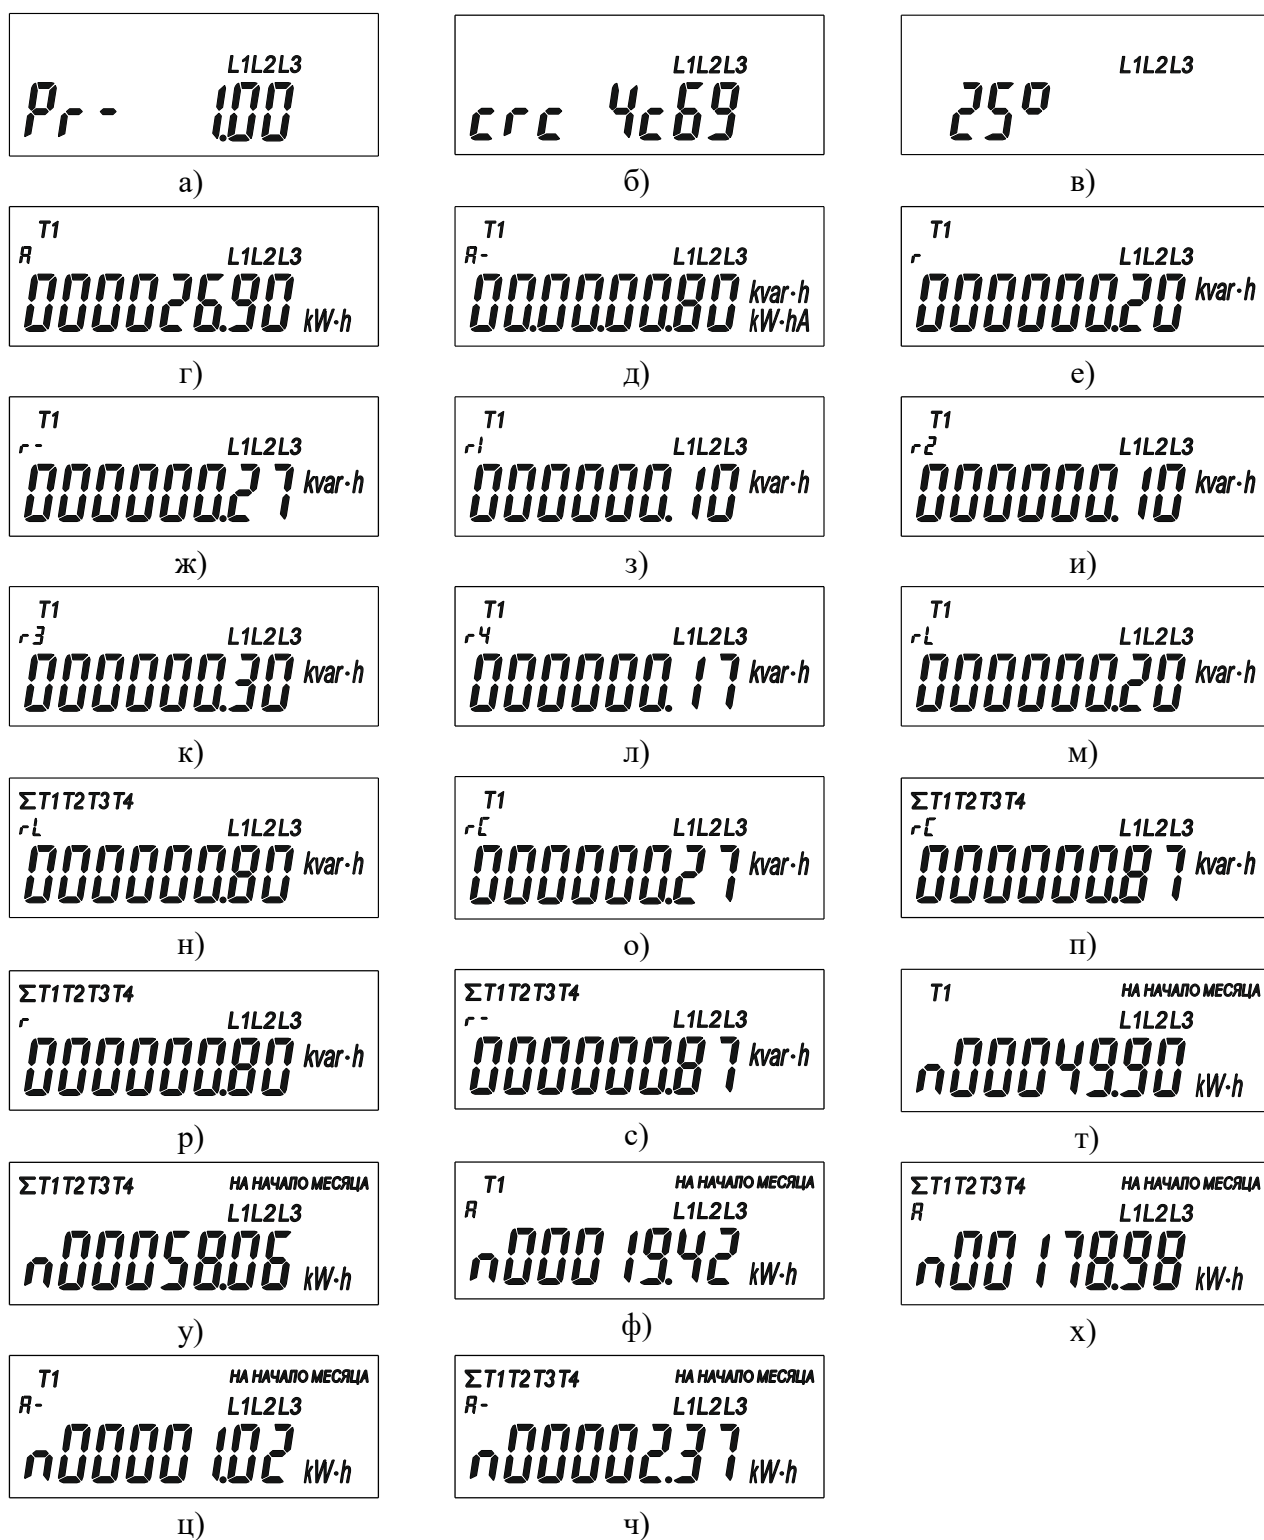

Рисунок 3.6 – Программируемые режимы индикации счетчика
– рисунок 3.6, а - режим индикации, отображающий номер версии прошивки счетчика;
– рисунок 3.6, б - значение контрольной суммы (CRC);
– рисунок 3.6, в – температура измерительного чипа;
– рисунок 3.6, г – активная потребленная энергия по тарифу (приведен пример индикации для тарифа 1);
– рисунок 3.6, д – активная отпущенная энергия по тарифу (приведен пример индикации для тарифа 1);
– рисунок 3.6, е – реактивная потребленная энергия по тарифу (приведен пример индикации для тарифа 1);
– рисунок 3.6, ж – реактивная отпущенная энергия по тарифу (приведен пример индикации для тарифа 1);
– рисунок 3.6, з – реактивная энергия в первом квадранте по тарифу (приведен пример индикации для тарифа 1);
– рисунок 3.6, и – реактивная энергия во втором квадранте по тарифу (приведен пример индикации для тарифа 1);
– рисунок 3.6, к – реактивная энергия в третьем квадранте по тарифу (приведен пример индикации для тарифа 1);
– рисунок 3.6, л – реактивная энергия в четвертом квадранте по тарифу (приведен пример индикации для тарифа 1);
– рисунок 3.6, м – индуктивная реактивная энергия (арифметическая сумма модулей значений реактивной энергии по квадрантам  $|R1|+|R3|$ ) по тарифу (приведен пример индикации для тарифа 1);
– рисунок 3.6, н – суммарная индуктивная реактивная энергия (арифметическая сумма модулей значений реактивной энергии по квадрантам  $|R1|+|R3|$ ) потребленная нагрузкой по задействованным тарифам;
– рисунок 3.6, о – емкостная реактивная энергия (арифметическая сумма модулей значений реактивной энергии по квадрантам  $|R2|+|R4|$ ) потребленная по тарифу (приведен пример индикации для тарифа 1);
– рисунок 3.6, п – суммарная емкостная реактивная энергия (арифметическая сумма модулей значений реактивной энергии по квадрантам  $|R2|+|R4|$ ) потребленная по задействованным тарифам;
– рисунок 3.6, р – суммарная реактивная потребленная энергия по всем задействованным тарифам;
– рисунок 3.6, с – суммарная реактивная отпущенная энергия по всем задействованным тарифам;
- рисунок 3.6, т – активная энергия за месяц по тарифу (приведен пример индикации для тарифа 1);
- рисунок 3.6, у – суммарная активная энергия за месяц по всем задействованным тарифам;
- рисунок 3.6, ф – активная потребленная энергия за месяц по тарифу (приведен пример индикации для тарифа 1);
- рисунок 3.6, х – суммарная активная потребленная энергия за месяц по всем задействованным тарифам;
- рисунок 3.6, ц – активная отпущенная энергия за месяц по тарифу (приведен пример индикации для тарифа 1);
- рисунок 3.6, ч – суммарная активная отпущенная энергия за месяц по всем задействованным тарифам.